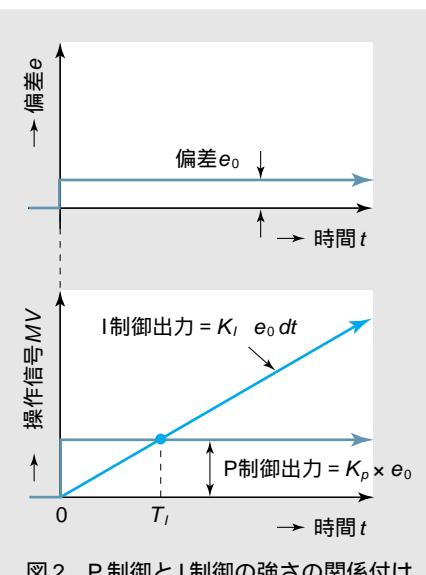

図2 P制御とI制御の強さの関係付け
(3)式の比例ゲイン K_p と積分ゲイン K_I の強さを関係付けるものとして、図2に示すように、ステップ状偏差が入ったときI制御出力がP制御出力と同じ値になるまでの時間を積分時間 T_I (Integral time)と定義しています。